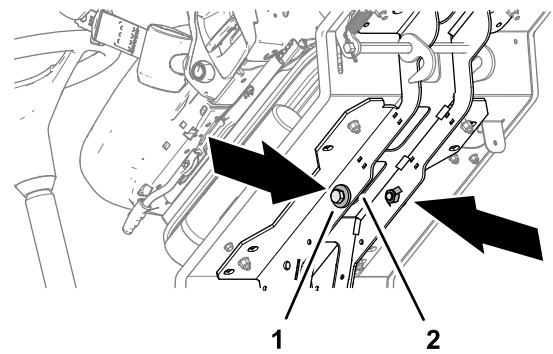

Figura 47
6. Riponetevi i 2 bulloni 12 x 40 mm e le 2 rondelle da 12 mm che si trovano nelle guide di sostegno della pedana (Figura 47).